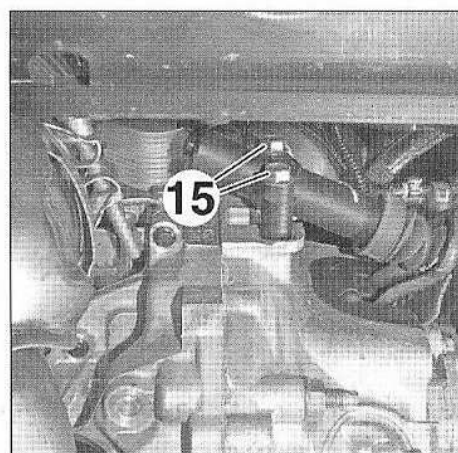

FIG.8
- Déposer les vis (15) (Fig.8).